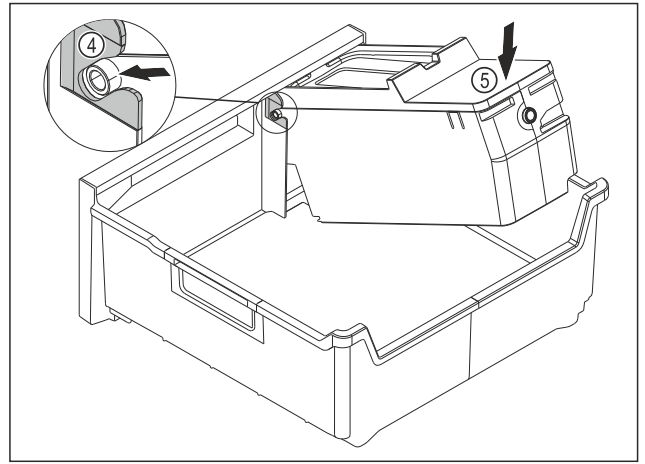

Fig. 86
- ▶ EasyTwist-Ice-corpus monteren: Assen van de EasyTwist-Ice-corpus in de geleidingen Fig. 86 (4) schuiven.
- ▶ EasyTwist-Ice-corpus Fig. 86 (5) achter omlaag drukken.